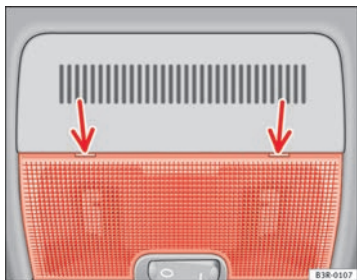

Abb. 82 Ausschnitt aus Dachhimmel: Ansatzpunkt des Schraubendrehers
- Setzen Sie den Schraubendreher (Bordwerkzeug) mit der flachen Seite vorsichtig an der Rückseite des Leuchtenglases an ⇒ Abb. 82.